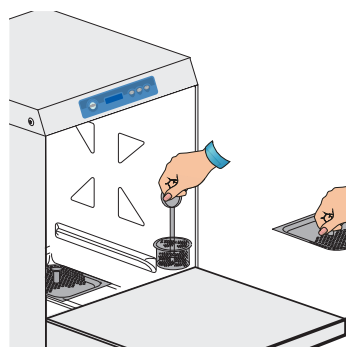

Fig. 2
- Certificar-se de que o filtro de aspiração da bomba esteja corretamente posicionado e fixado à parte inferior da cuba (veja fig. 2 e 3). Limpar o filtro a cada 20 ciclos de lavagem e se for necessário.
- Inserir os filtros de superfícies (veja fig. 2 e 3).